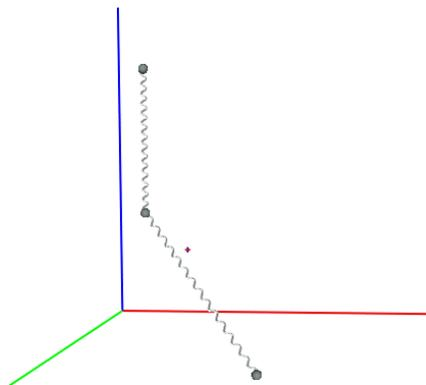

FIGURE 4 – Exemple de ressorts couplés.
**Question 5** Ajoutez un ressort supplémentaire, pour obtenir une simulation de ressorts couplés (voir fig. 4).